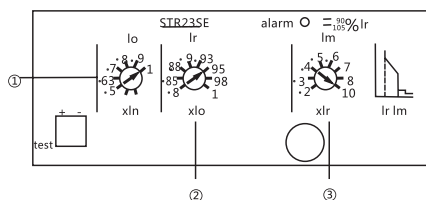

图1
4.2.3.6 断路器额定电流值的整定方法参见图1中①处。
4.2.4.3 断路器额定工作电流及短路保护电流整定方法见图1。